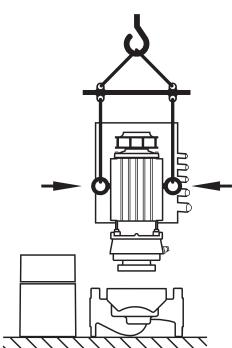

Fig. 9: Transport silnika
- W razie konieczności, np. w przypadku naprawy, można przemontować uchwyty transportowe z kołnierza silnika na korpus silnika (patrz np. Fig. 9). Przed montażem uchwytów transportowych na korpusie silnika wykręcić elementy dystansowe z otworów na uchwyty transportowe (Fig. 7, poz. 20b) (patrz rozdział 10.2.1 „Wymiana uszczelnienia mechanicznego” na stronie 177).
- Jeśli uchwyty transportowe zostaną lub są przemontowane z kołnierza silnika na korpus silnika, są one dopuszczone tylko do przenoszenia i transportu głowicy silnika (Fig. 9), a nie do transportu całej pompy ani do odłączania głowicy silnika od korpusu pompy.